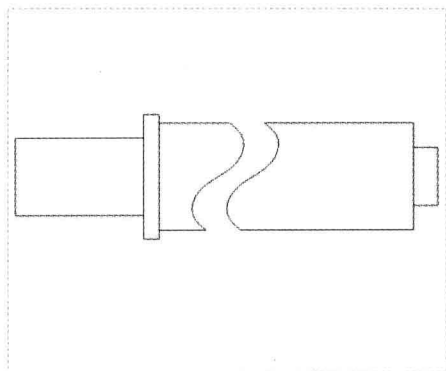

图 12-55 创建破断视图
Step 06 将右端的视图向左移动至合适位置，此时即可完成破断视图的创作，效果如图 12-55 所示。